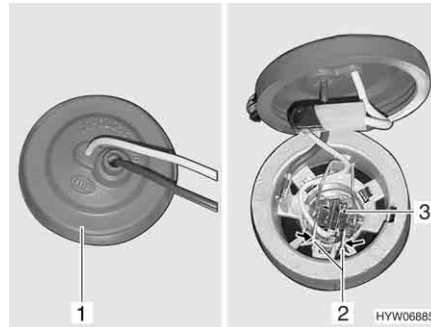

Fig. 258 Projecteur antibrouillard
- Retirer le capuchon en caoutchouc (Fig. 258,1) du boîtier de la lampe situé à l'arrière du projecteur antibrouillard.
- Basculer l'étrier métallique (Fig. 258,2) et le décrocher du support.
- Retirer l'ampoule (Fig. 258,3) et le câble du boîtier de la lampe.